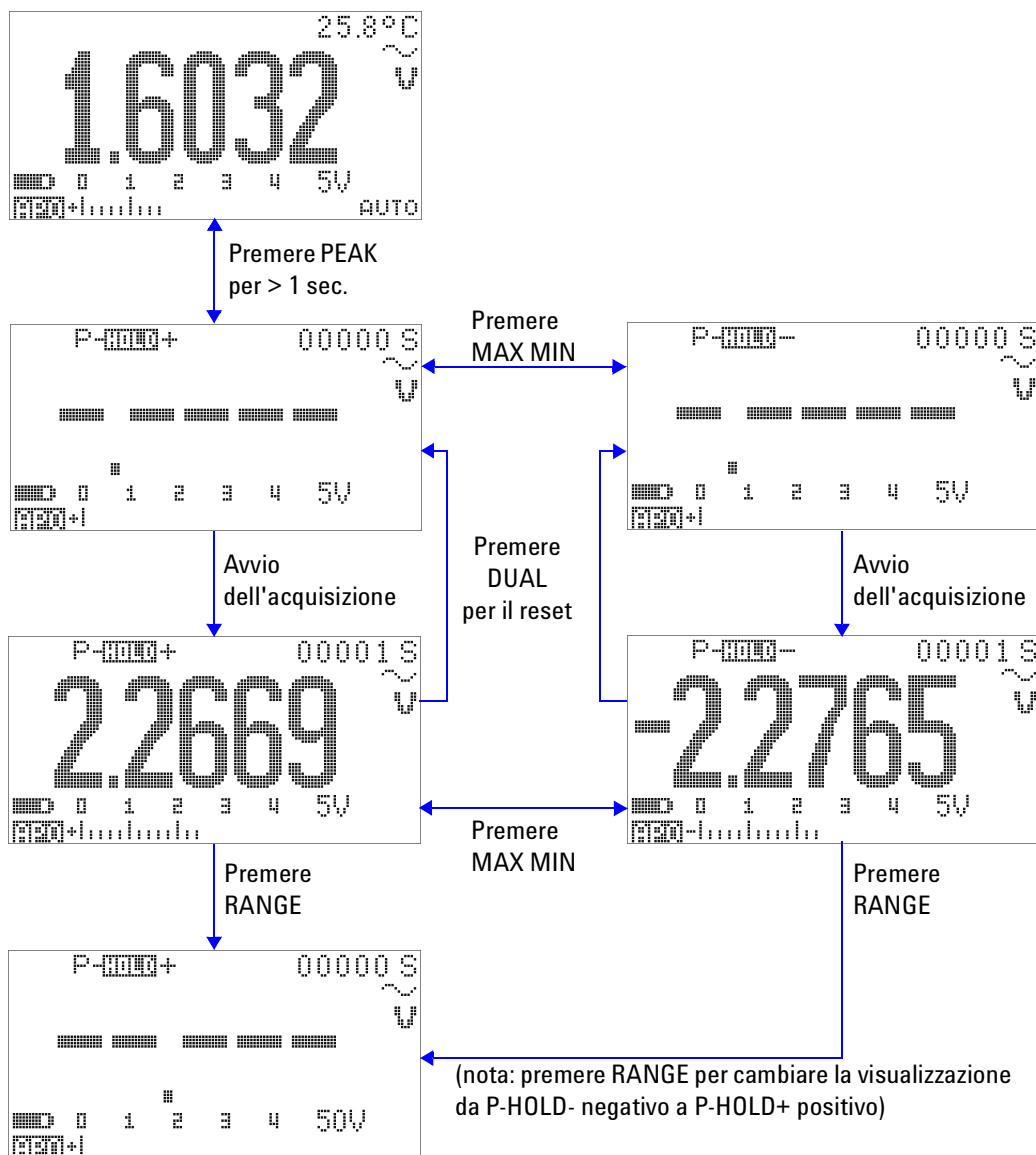

Figura 3-7 Funzionamento in modalità Peak Hold 1 ms
- 4 Nell'esempio di misurazione nella Figura 3-7 a pagina 70, il fattore di cresta sarà $2,2669/1,6032 = 1,414$.